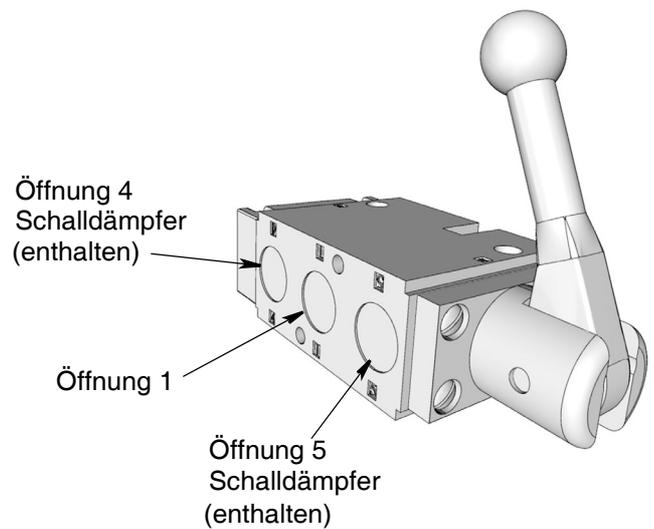

**ABB. 12**
**HINWEIS:** Wird die Trommel angetrieben, so sollte die Spule in die Richtung drehen, in der sich der Schlauch auf die Spule aufwickeln kann. Die werksseitig eingestellte Standardkonfiguration der Trommel ist eine Drehung des Motors gegen Uhrzeigersinn, wenn auf die Spule von der Motorseite geblickt wird (Ende gegenüber der Motorwelle). Siehe ABB. 12.
- Pneumatikmotoren - Eingabe und Schalldämpferteile am Pneumatikmotor umdrehen (ABB. 12 auf Seite 23).